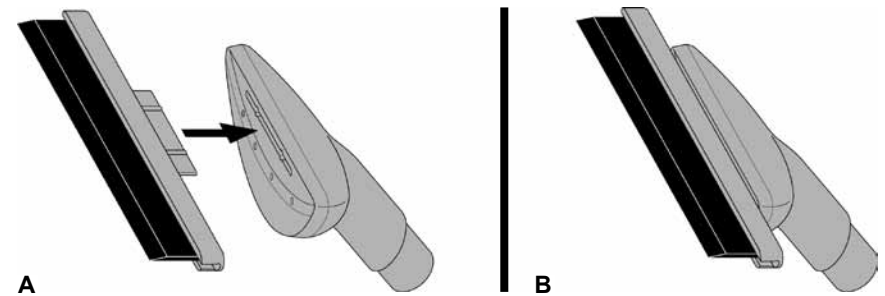

FIGURA 6
1. Alinee la Escobilla de Goma con la Boquilla para Telas como se muestra (FIGURA 6-A).
2. Inserte la pestaña en la ranura de la Boquilla para Telas (FIGURA 6-B). Presione hasta que esté segura.